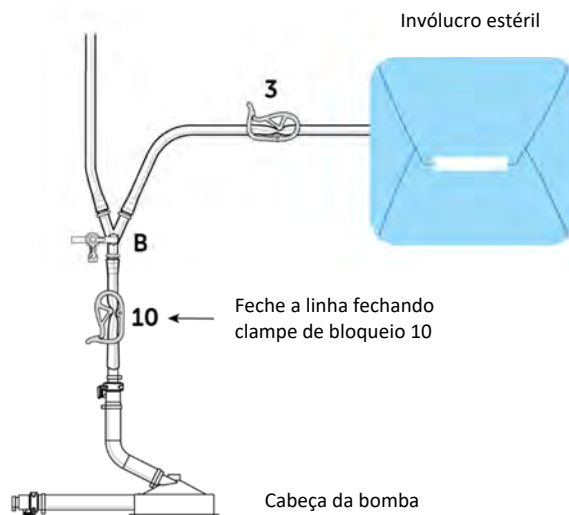

Figura 14
- (a) Feche o clampe pré-bomba (10), abra o clampe da linha do cateter de balão duplo (3), abra a linha do soro fisiológico (clampe 1 ou 2), e a torneira "B" para permitir que o soro fisiológico normal heparinizado encha a linha apenas até ao clampe 3, ver Figura 14. Assim que a linha da torneira e a linha do cateter de balão duplo estejam cheias até ao clampe 3, feche o clampe 3 e a torneira. **Não permita que um excesso de soro fisiológico normal heparinizado encha o invólucro estéril.**